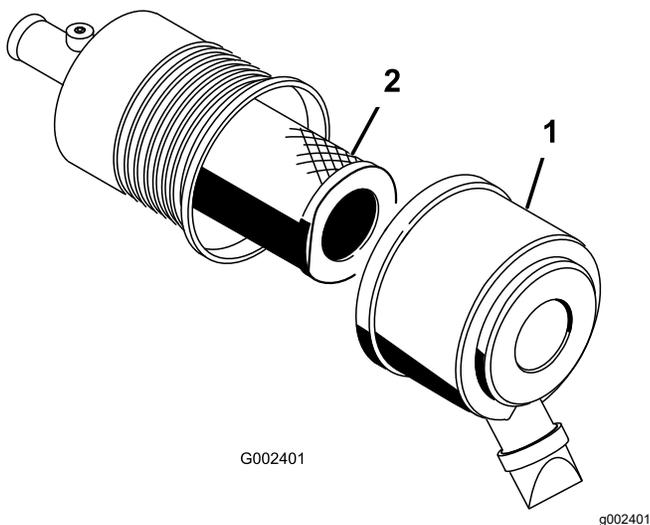

Figura 54
1. Liberte os trincos que fixam a cobertura do filtro de ar ao respectivo corpo (Figura 54).
2. Retire a cobertura do corpo do filtro de ar (Figura 54).
4. Retire e substitua o filtro (Figura 54).